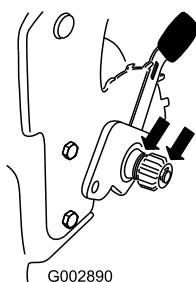

Figura 42
2. Applicare olio lubrificante sul lato interno ed esterno delle corone come mostrato in figura (Figura 42).